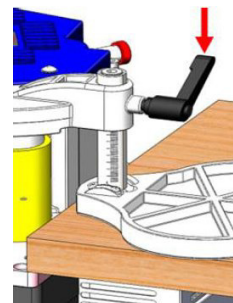

Abb. 8: Einstellung der Führungsplatte, Klemmhebel festziehen
Schritt 2: Mit Hilfe der Skala die Position der Führungsplatte einstellen (Dicke des Werkstücks + ca. 2 mm) und den Klemmhebel festziehen (Abb. 8).